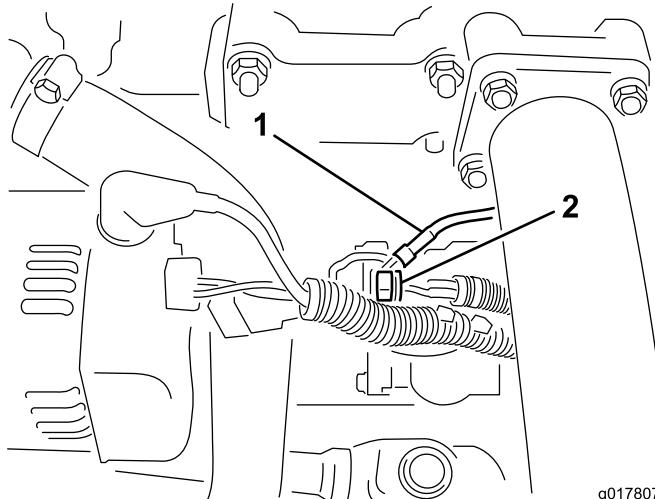

Figura 4
8. Localize o solenoíde do arrancador no lado esquerdo do motor. Ligue o fio de alimentação vermelho na cablagem à parte da frente do solenoíde (Figura 4).